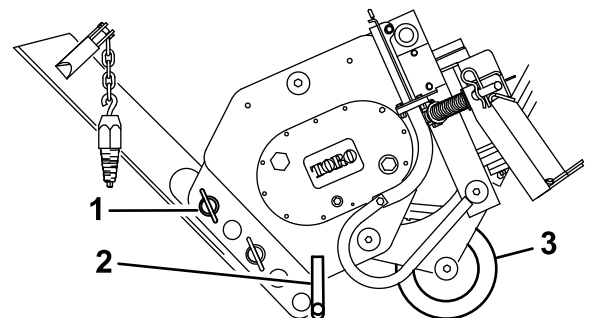

Figura 4
3. Gire la cuchilla hacia arriba y sujétela con el pasador de seguridad y el pasador de horquilla, tal y como se muestra en (Figura 4).
4. Incline el arado hacia adelante y bájelo al suelo o sobre el remolque, con el soporte y la cuchilla circular soportando el peso del mismo (Figura 4).
3. Gire la cuchilla hacia arriba y sujétela con el pasador de seguridad y el pasador de horquilla, tal y como se muestra en la Figura 4.